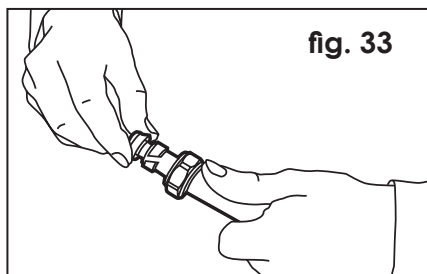
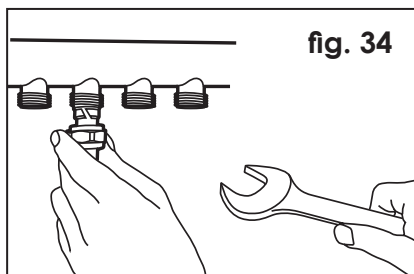

fig. 33
fig. 34
- c) Pousser la bague sur le tube. (fig. 33, fig. 34)